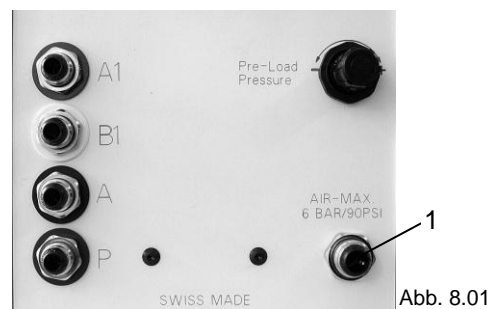
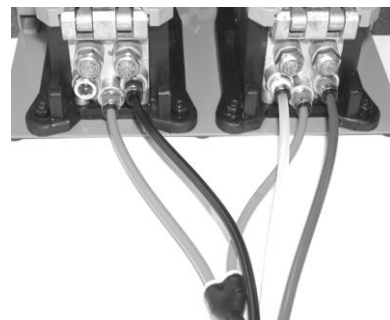

Abb. 8.01
Abb. 8.02
Vierfachschlauch gemäß Farbcodierung hinten an der Maschine (Abb. 8.01) und am Doppelfußpedal (Abb. 8.02) anschließen.
Anschluss **Air MAX**. (Abb. 8.01, Pos. 1) der Pneum. Parallel Crimpmaschine AT-SC mit Druckluftschlauch Ø 8/6 mm mit dem Druckluftnetz verbinden.
- Die Maschine ist nur durch die Hauptluftzuleitung komplett drucklos zu machen (Abb. 8.01, Pos 1).